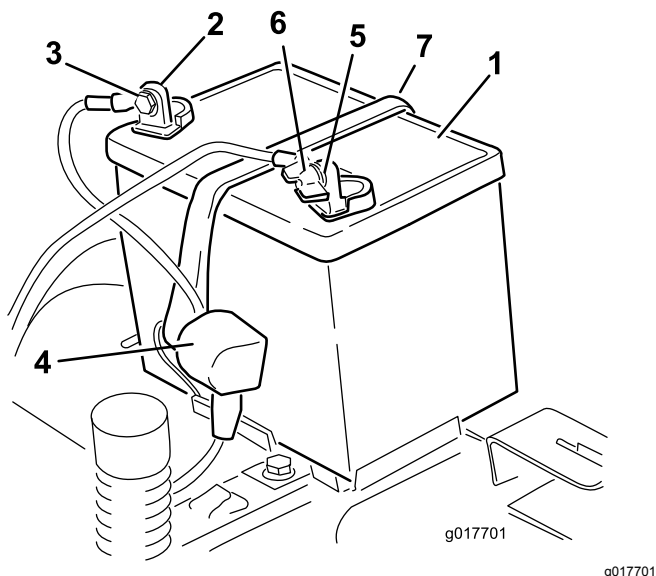

図 52
- バッテリー端子からマイナスケーブル黒を外す 図 52。
6. バッテリー端子からプラスケーブル赤を外す 図 52。
7. バッテリー押さえ 図 52を外して、バッテリートレイからバッテリーを取り出す。
1. バッテリーをトレイに載せる 図 52。
5. バッテリー押さえを使ってバッテリーを固定する 図 52。